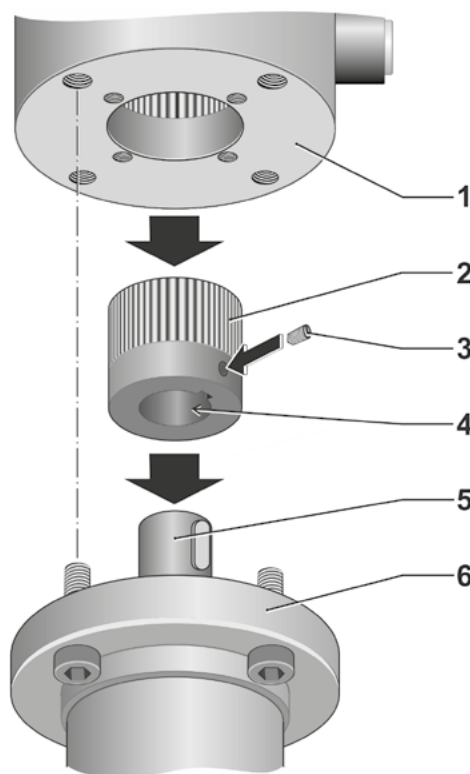

Рис. 1: монтаж с муфтой
3. Установите привод (рис. 1, поз. 1) на арматуру (поз. 6):